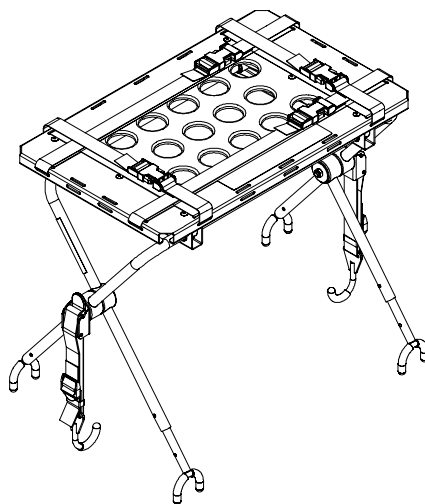

Abbildung 17 – Die Standfüße der Defibrillatorplattform ausklappen
2. Die Standfüße der Defibrillatorplattform ausklappen (Abbildung 17).